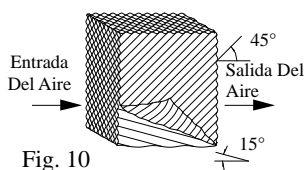

Fig. 10
**IMPORTANTE:** Para que el enfriador funcione lo mejor, debe instalar el medio evaporativo correctamente. Si usted ha comprado filtros con dos ángulos iguales, las instrucciones siguientes no serán provechosas para usted. Los filtros deben ser instalados con el ángulo más escarpado inclinándose por la entrada del aire (véase fig. 10). La razón es que el ángulo más escarpado le ayuda a poner más agua en el lado seco y caliente donde lo necesita más. También le ayuda a contrarrestar la tendencia del aire a empujar el agua hasta atrás de los filtros.